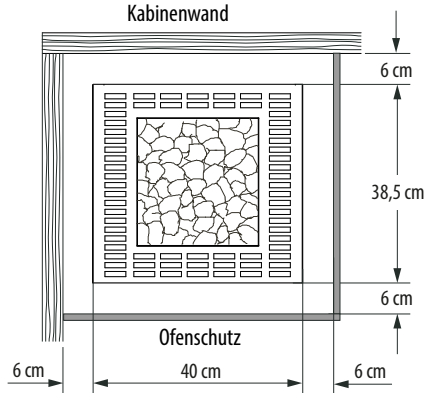

Abb. 2
- Bei der Montage des Saunaofens ist darauf zu achten, dass waagerechte (seitliche) Abstand zwischen Ofen und Kabinenwand mindestens **6 cm** beträgt (Abb. 2).